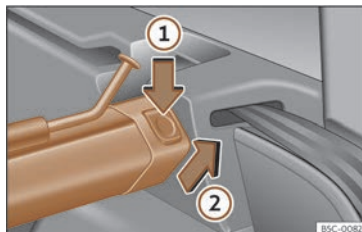

Fig. 135 Al maleter: desmuntar la xarxa de separació.
- Premeu la tecla de desbloqueig esquerra o dreta»» fig. 135 en el sentit de la fletxa ①.
- Traieu la carcassa del suport en el sentit de la fletxa»» fig. 135 ②.
- Premeu la carcassa en els suports esquerre i dret en el sentit contrari al de la fletxa >>> **fig. 135 ②** fins que encaixi.